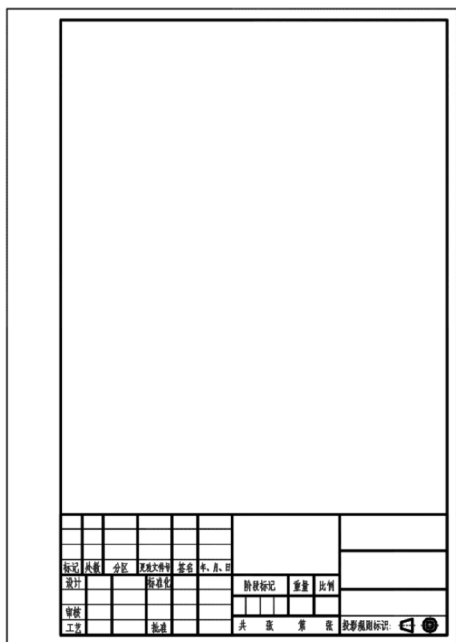

图 13-2 提供一个竖向的 A4 图框
1) 新建一个图形文件。在“快速访问”工具栏中单击“新建”按钮, 接着通过弹出的对话框从本书配套光盘的素材文件夹“CH12”中选择“ZJ-A4 竖向-留装订边.dwt”图形样板, 单击“打开”按钮。文件中已经提供一个竖向的 A4 图框, 如图 13-2 所示。